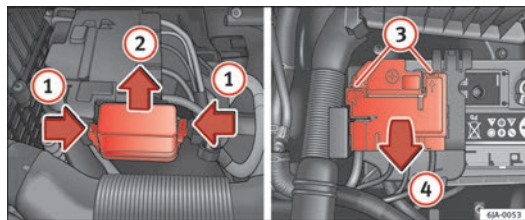

Fig. 144 Batería: tapa de fusibles (variante1)
- Presione simultáneamente las lengüetas flexibles de la cubierta de fusibles en la dirección de las flechas (1) ⇒ fig. 144.
- Saque la tapa deslizándola en el sentido de la flecha (2).
- Con un destornillador plano, desbloquee los seguros en los orificios (3).
- Abra la tapa en el sentido de la flecha (4).